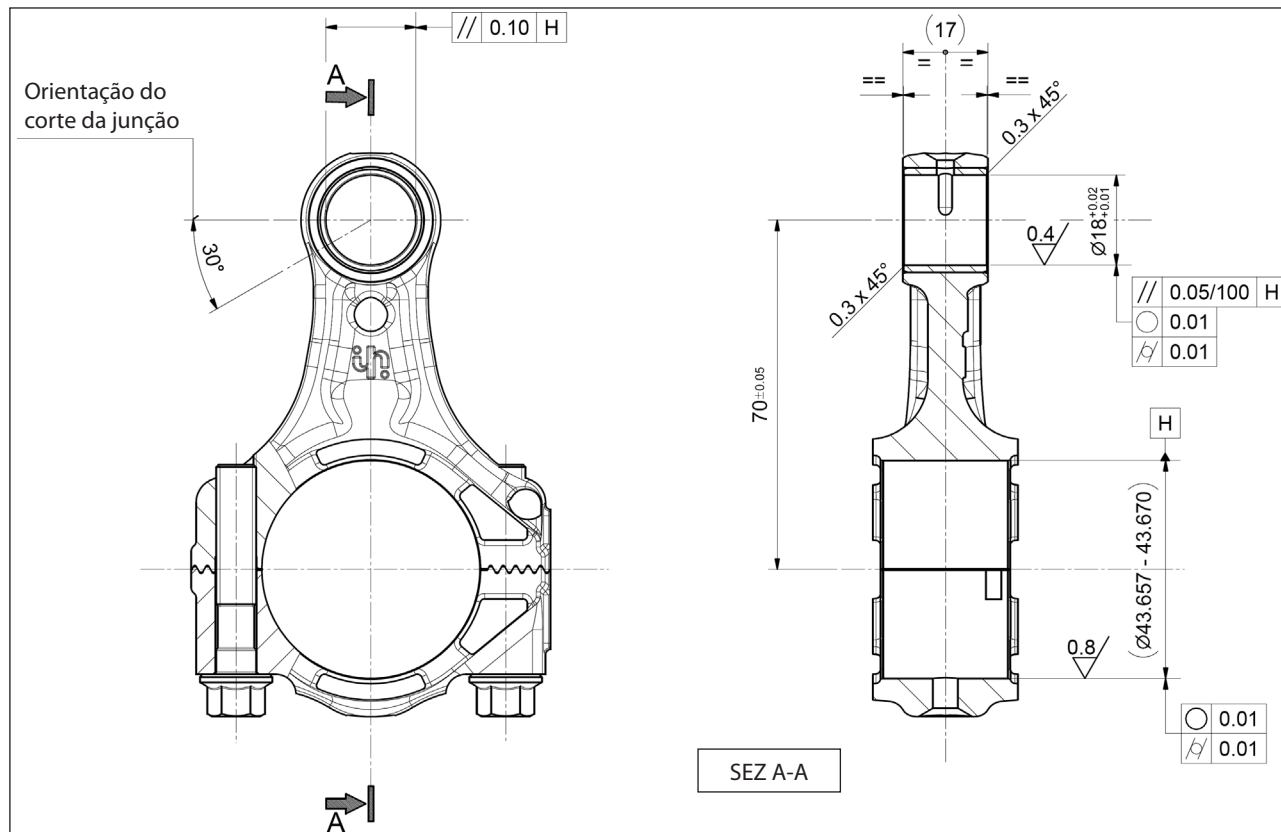

Fig. 32
** Os parafusos de fixação do cabeçote pos. de explosão 55 devem ser apertados com chave dinamométrica, respeitando a ordem relacionada no esquema da Fig. 32.
- o corte de junção é orientado, conforme indicado na (Fig. 32).
Execute sucessivamente os trabalhos mecânicos, respeitando rigorosamente as dimensões e tolerâncias relacionadas na (Fig. 32).